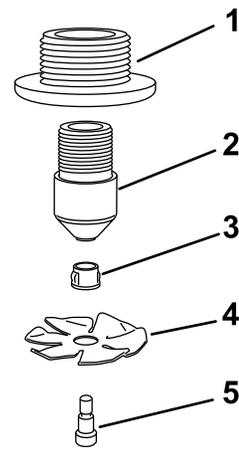

Figura 14
1. Assemblate gli ugelli come illustrato in (Figura 14).